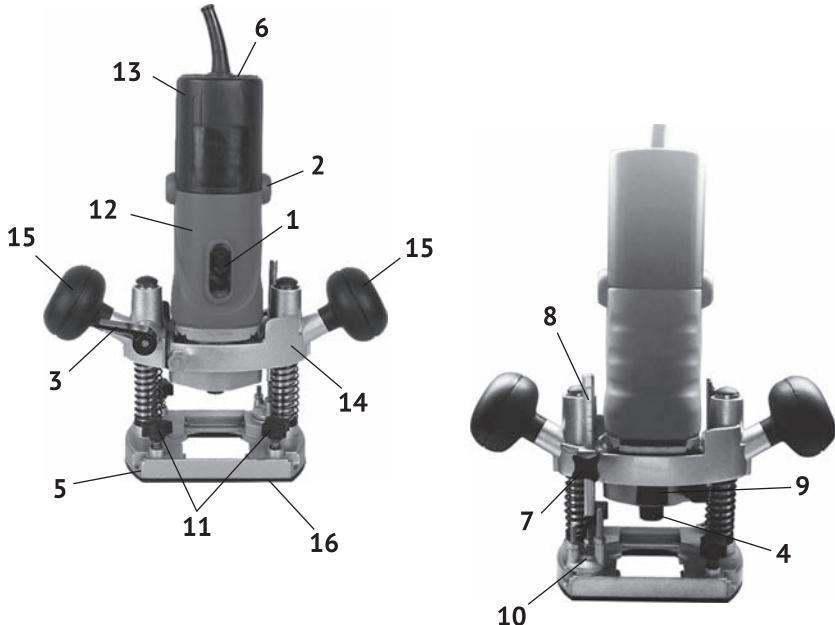
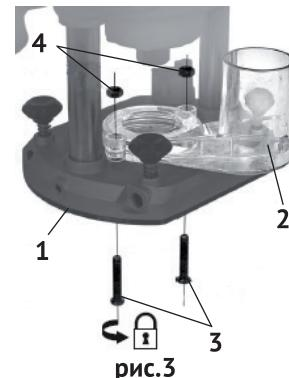

рис.1
рис.3
1.4.1 Общий вид фрезера представлен на рис. 1
1.4.2 Расположенный вертикально двигатель фрезера с цанговым патроном (рис.1 поз.4) закрыт пластиковым корпусом (рис.1 поз.12), закреплённом на суппорте (рис.1 поз.14). Суппорт перемещается в вертикальной плоскости по двум направляющим трубкам, закреплённым на опорной плате (рис.1 поз.5). Вертикальный ход суппорта обеспечивает глубину фрезерования заготовок
до 30 мм. Фиксация суппорта в нужном положении осуществляется рычагом (рис.1 поз.3). Контроль глубины обработки обеспечивают скользящий стержень-ограничитель глубины (рис.1 поз.8) и упор ступенчатый (рис.1 поз.10) револьверного типа. Подача суппорта (вниз) для фрезерования осуществляется нажатием на рукоятки инструмента (после разблокировки рычага рис.1 поз.3). Обратный ход суппорта обеспечивают пружины, расположенные снаружи направляющих трубок. Горизонтальное перемещение инструмента обеспечивает скольжение пластиковой подошвы (рис.1 поз.16), закреплённой внизу опорной плиты, по поверхности заготовки.
На крышке корпуса фрезера (рис.1 поз.13) расположен диск регулятора оборотов двигателя (рис.1 поз.6). На нём нанесены символы: 1, 2, 3, 4, 5, 6, для установки скорости вращения шпинделя с фрезой.
Запуск двигателя осуществляется смещением ползунка выключателя (рис.1 поз.1) вниз из позиции «0» - выключено в позицию «1» - включено. Отпущеный ползунок пружиной возвращается в исходное положение - двигатель выключается. Для продолжительной работы, после смещения ползунка вниз, утопив его нижнюю часть в положении «1», он фиксируется в рабочем положении. При повторном нажатии на нижнюю часть ползунка, он возвращается в исходное положение «0» - выключено, двигатель выключается.
На суппорте (рис.1 поз.14) стрелкой указано направление вращения фрезы.
- расфиксировать рычаг вертикального положения (рис.1 поз.3) для того, чтобы максимально увеличить рабочее расстояние между суппортом и опорной плитой (рис.3 поз.1);
- отцентрировать отверстия на патрубке пылеотвода (рис.3 поз.2) относительно отверстий опорной плиты;
- зафиксировать положение патрубка при помощи винтов (рис.3 поз.3) и гаек (рис.3 поз.4).
- установить опорную плиту (рис.1 поз.5) фрезера на заготовку;
- ослабить винт фиксации (рис.1 поз.7) ограничителя глубины и рычаг фиксации (рис.1 поз.3) вертикального положения суппорта;
- зафиксировать рычагом (рис.1 поз.3) положение суппорта;
- подвести скользящий стержень ограничителя глубины (рис.1 поз.8) к ступенчатому упору (рис.1 поз.10) так, чтобы он касался нижней ступеньки (при необходимости повернуть револьверный упор);
- ослабить винт (рис.1 поз.7) и поднять вверх стержень ограничителя глубины, пока показание на его линейке не достигнут значения (на верхней плоскости фланца), при котором, разность между ним и предыдущим значением не будет равна нужной глубине обработки (например: первое значение – 15 мм, второе – 45 мм,  $45 - 15 = 30$  мм, 30 мм – нужная глубина фрезерования);
- выставить концевой (револьверный) упор (рис.1 поз.10) таким образом, чтобы ограничитель глубины располагался над верхней ступенью упора;
Значение скорости вращения рабочей фрезы изменяется с помощью диска регулятора оборотов двигателя (рис.1 поз.6).
- расфиксировать рычаг вертикального положения (рис.1 поз.3) для того, чтобы максимально увеличить рабочее расстояние между суппортом и опорной плитой (рис.7 поз.1);